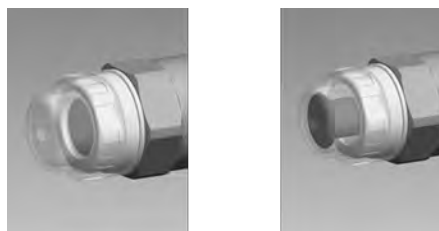

Fig. 9: Sensore di rottura della membrana ottico, non attivato e attivato
Nei sensori di rottura della membrana **ottici** il cilindro rosso (6) abbassato scatta in avanti sotto il coperchio trasparente (7) in modo tale da essere chiaramente visibile Fig. 9.